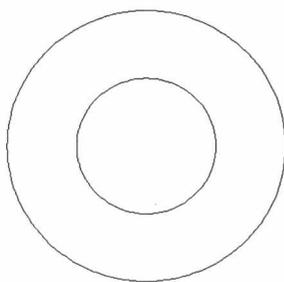

图1-8 偏移直线
**步骤 08** 在命令行中输入OFFSET（偏移）命令并按回车键确认，根据命令行提示进行操作，输入4，按回车键确认，选择绘制的直线，向右偏移，偏移一条直线，如图1-8所示。